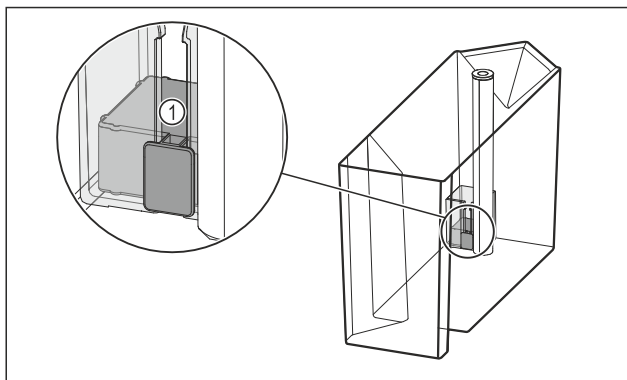

Fig. 111
- Проверете дали поплавъкът Fig. 111 (1) не се е заклешил.